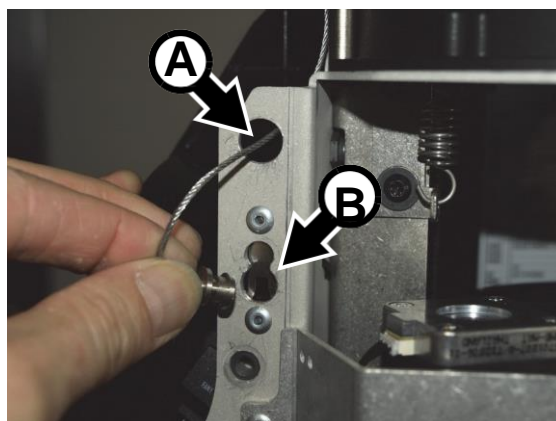

Рисунок 5
8. См. рисунок 5. Провести страховочный трос модуля Quadray через отверстие **A** в ходовой раме головной части и затем в точку крепления страховочного троса **B**.